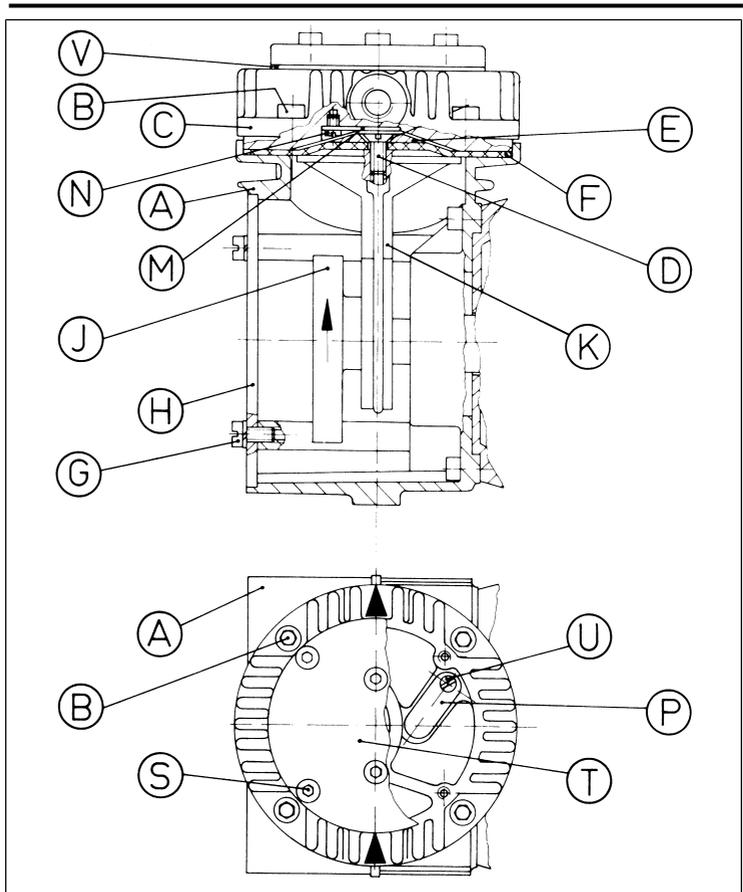

Fig.5: Piezas de la bomba
**Según Fig. 5
Tab.20: Piezas de recambio según Fig. 5
Membrana y válvula sustituidas.	<ul style="list-style-type: none"> → Comprobar la estanqueidad de las mangueras. → Apretar en caso necesario los tornillos (B) o (S) (ver Fig. 5) con cuidado en diagonal.